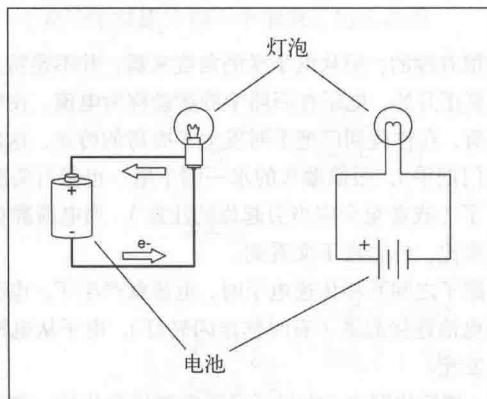

图 1-4 简单直流电路
电流（一种物理现象）有四种基本特征量：电压、电流、电阻和功率。我们将使用图 1-4 中的简单电路作为接下来讨论的基准。注意，电路是以图片和电路图形式同时绘出的。若想了解更多的电路图符号，请参考附录 B。
如图 1-4 所示，只沿一个方向流动的电流称为直流 (DC)。普通电池产生直流电，标准的计算机系统的直流供电也是如此。不断改变方向的电流称为交流 (AC)。交流电存在于家用壁式插座中（例如美国），它也是使音响系统中扬声器工作的电流。电流变换方向的速率称为频率，以每秒周数计量，单位为赫兹（缩写 Hz）。因此，一个 60 Hz 的信号是由每秒钟改变方向 60 次的电流组成的。当交流电用于驱动扬声器时，对于一个频率为 440 Hz 的信号，我们听起来就是高于中 C 的 A 音。
按照惯例，直流电从正极流向大地（负极），而事实上，电子从电源负极流向电源正极。在图 1-4 中，箭头指示出了电子流。这一矛盾从根本上源于本杰明·富兰克林的错误假定，他认为电子带正电荷，从电源正极流向电源负极。他的猜想是错误的，但是当物理学家弄清楚真实情况的时候，我们已经形成了根深蒂固的惯例，因而就有了传统电流和电子电流。虽然你应该知道了这一矛盾的存在，但从此处开始，我们还是要使用传统电流，因为大多数电子工业都沿用这一惯例。
这个简单的公式是电子学的基础，事实上它是你制作电子器件所需的唯一公式。在图 1-4 中，电路中只有两个元件：电池和灯泡。灯泡组成了电路的负载，它对电流有阻碍作用。白炽灯的电阻随温度而改变，但是此例中我们假设灯点亮时，它的电阻为 2Ω 。
在图 1-4 所示的简单电路中，电子在灯丝中流动，把灯丝加热到使其明亮的温度（ $1600^{\circ}\text{C} \sim 2800^{\circ}\text{C}$ ）。灯丝变热是因为它有电阻，这样电流通过它就不如通过导线容易。